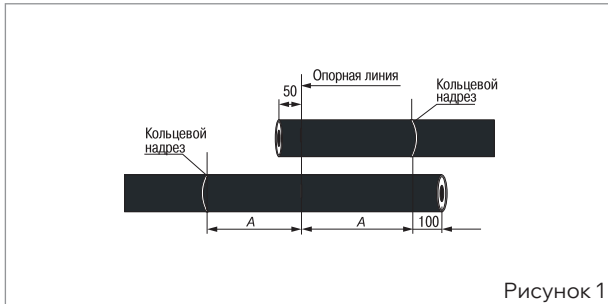

Рисунок 1
■ Распрямить и очистить от пыли и грязи концы соединяемых кабелей на длине не менее 1500 мм, закрепить соединяемые концы кабелей в приспособлении для монтажа соединительных муфт внахлест на длине не менее $2A$ (A из табл. 1). По отметкам на кабелях (рис. 1) выполнить кольцевые надрезы на оболочках кабелей так, чтобы не повредить элементы кабеля под оболочкой. Выполнить продольные надрезы.